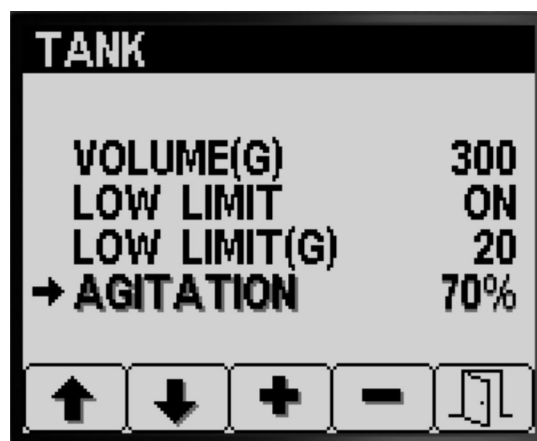

Рисунок 15
4. Нажмите кнопку 1 или 2, чтобы перейти к пункту AGITATION (ПЕРЕМЕШИВАНИЕ) (Рисунок 15).
5. Нажмите кнопку 4 для выбора позиции AGITATION (ПЕРЕМЕШИВАНИЕ) (Рисунок 15).
6. Наблюдая за показаниями установленного в приборной панели манометра опрыскивания, нажимайте кнопку 3 или 4, чтобы увеличить или уменьшить заданную величину, пока давление опрыскивания не станет равным первоначальному заданному давлению перемешивания, рассчитанному в пункте 2 (Рисунок 15).